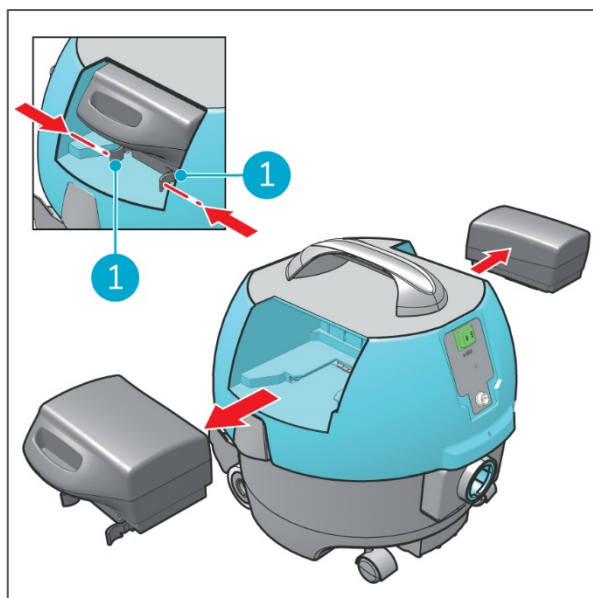

Figura 19
1. Premere i fermagli di plastica della batteria (Figura 19, pos 1) leggermente l'uno verso l'altro.